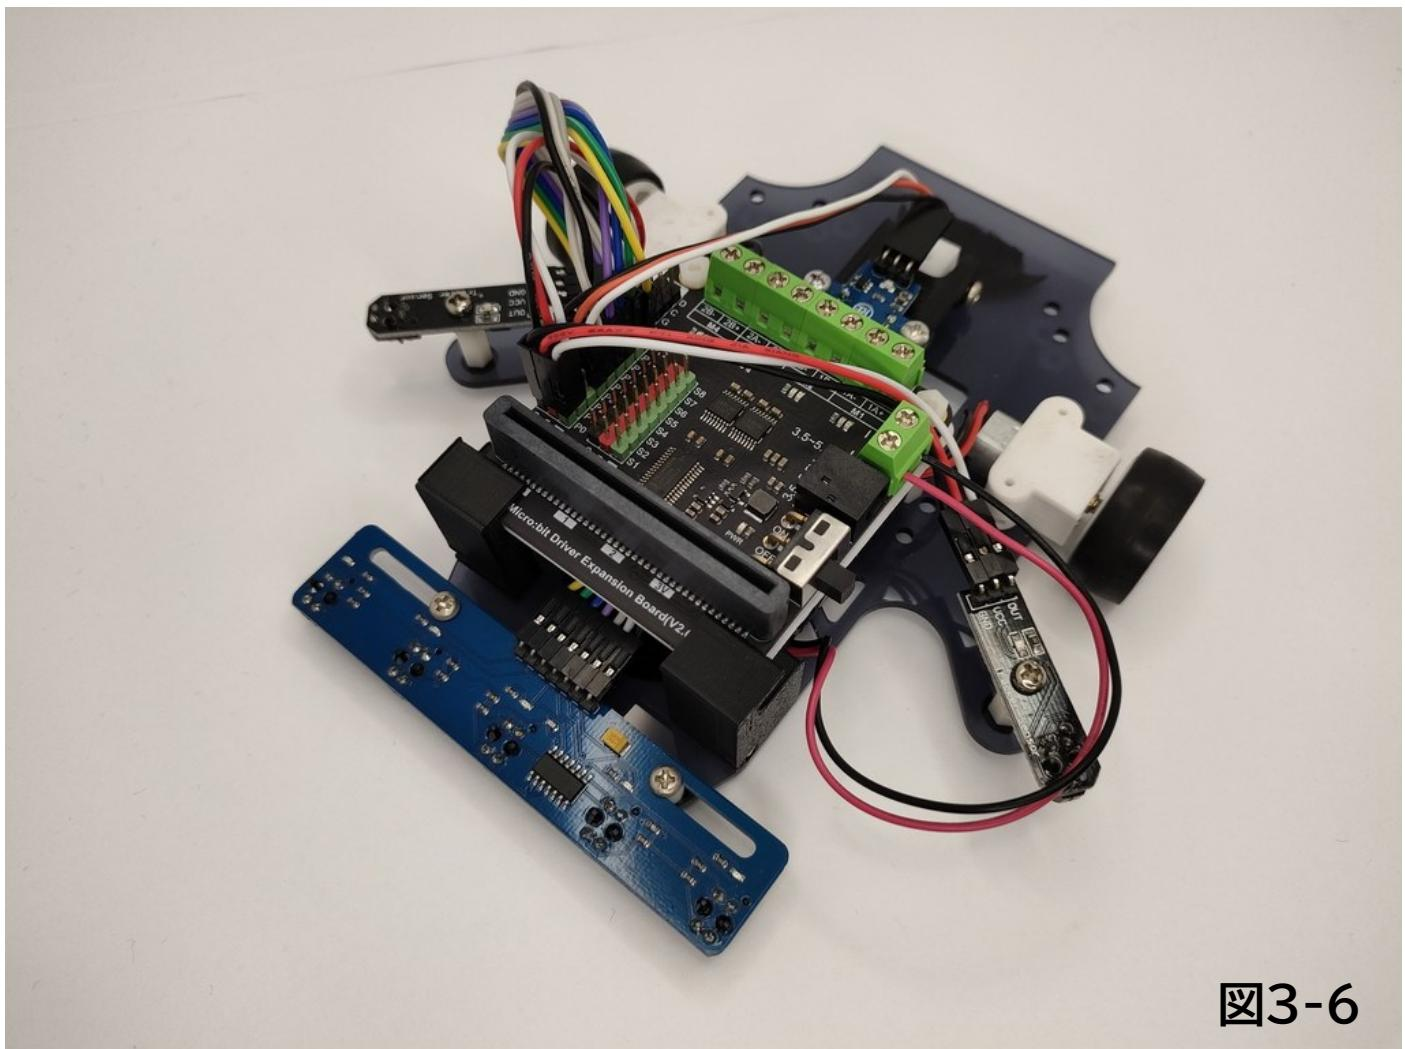

図3-6
4. 「センサ」「モーター」「ロータリーエンコーダ」を取り付ければ、図3-6のようになります。